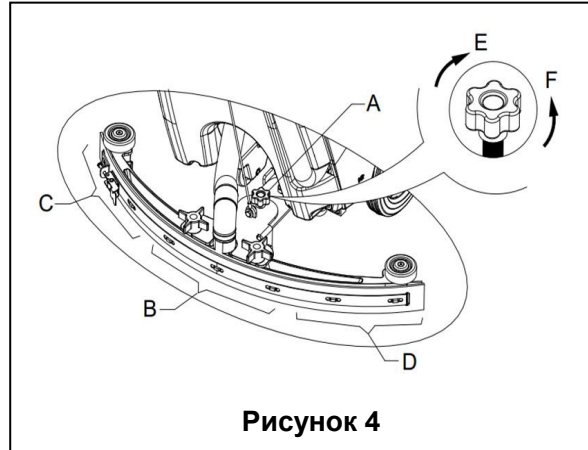

Рисунок 4
9. Установите швабру и закрепите ее туго с ручкой (16). Затем подсоедините вакуумную трубку (11) для отходов швабры.
10. Отрегулируйте валик при помощи регулировочной рукоятки (А) валика (смотрите **рисунок 4**).